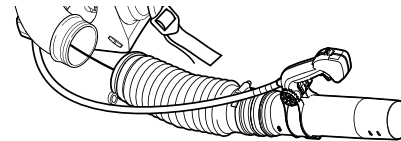

Рис. 4
3. Ослабьте фиксатор крепления рукоятки. Выровняйте метку на рукоятке с выступами, установите рукоятку на трубу с фиксатором, заведя ее за выступы. Во время установки следите за кабелем дросселя, не перекручивайте его и не перегибайте (Рис. 4).